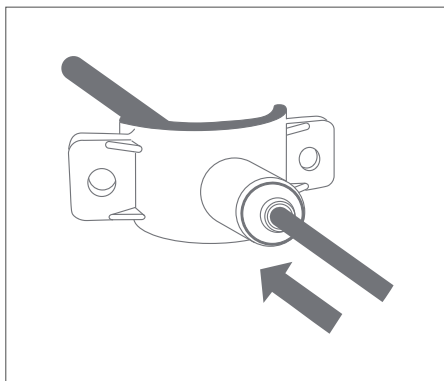

Рис. 10.
4. Трубку красного цвета из комплекта поставки вставьте через хомут в просверленное отверстие на 7...10 мм (рис. 10).